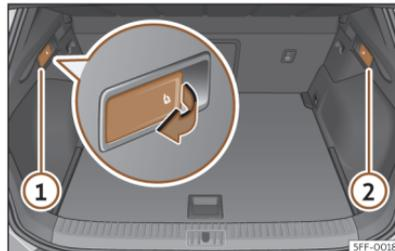

Abb. 98 Im Gepäckraum: Hebel zum Entriegeln der Rücksitzlehne.
- Ziehen Sie am Hebel zur Fernentriegelung auf der linken >>> (**Abb. 98**) ① oder rechten ② Seite der Rückenlehne in Pfeilrichtung. Der entriegelte Teil der Rücksitzbank klappt nun automatisch nach vorn um.